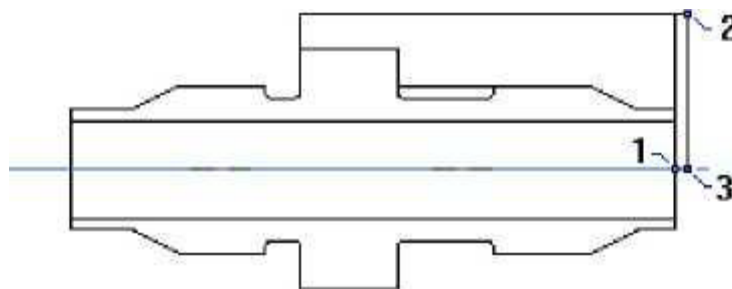

Рисунок 5 – Порядок создания ТО «Подрезать»
- нажмите кнопку «Добавить», выберите X торца и укажите левой клавишей мыши точку 1 (рисунок 5), нажмите пробел;
- нажмите кнопку D нач. (начальный диаметр) и укажите точку 2 (рисунок 5);
- нажмите кнопку D кон. (конечный диаметр) и укажите точку 3 (рисунок 5);